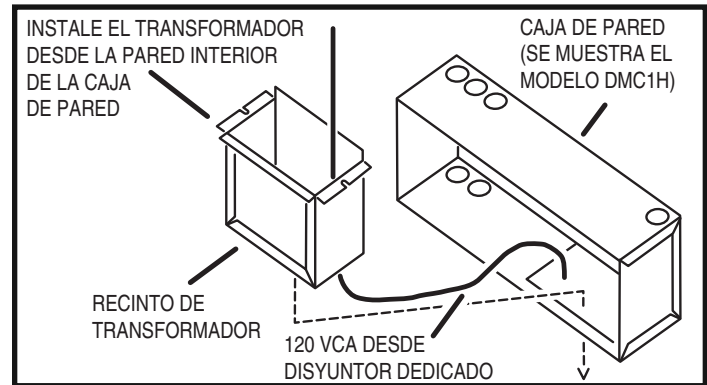

Figura 2. Montaje de recinto de transformador
**TODAS LAS CONEXIONES ELÉCTRICAS DE C.A. HASTA LA FUENTE DE ALIMENTACIÓN Y A EL/LOS TRANSFORMADOR(ES) DEBEN SER HECHAS POR UN ELECTRICISTA CALIFICADO Y DEBEN HACERSE CONFORME A TODOS LOS CÓDIGOS ELÉCTRICOS LOCALES Y NACIONALES**
2. Deslice el/los recintos del (los) transformador(es) hacia abajo en el interior del (los) disco(s) removible(s) en el fondo de la caja de pared (ver la Figura 2).